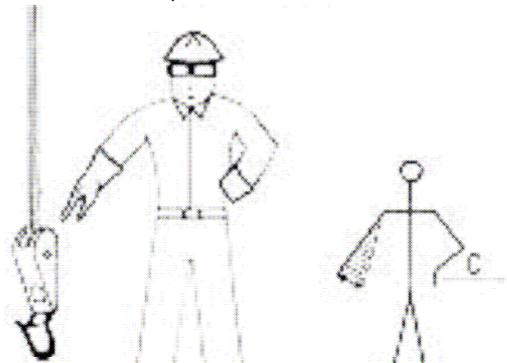

Figura 4
20. Qué indica el señalista en la figura 4 (en base a lo establecido en la norma UNE 003)